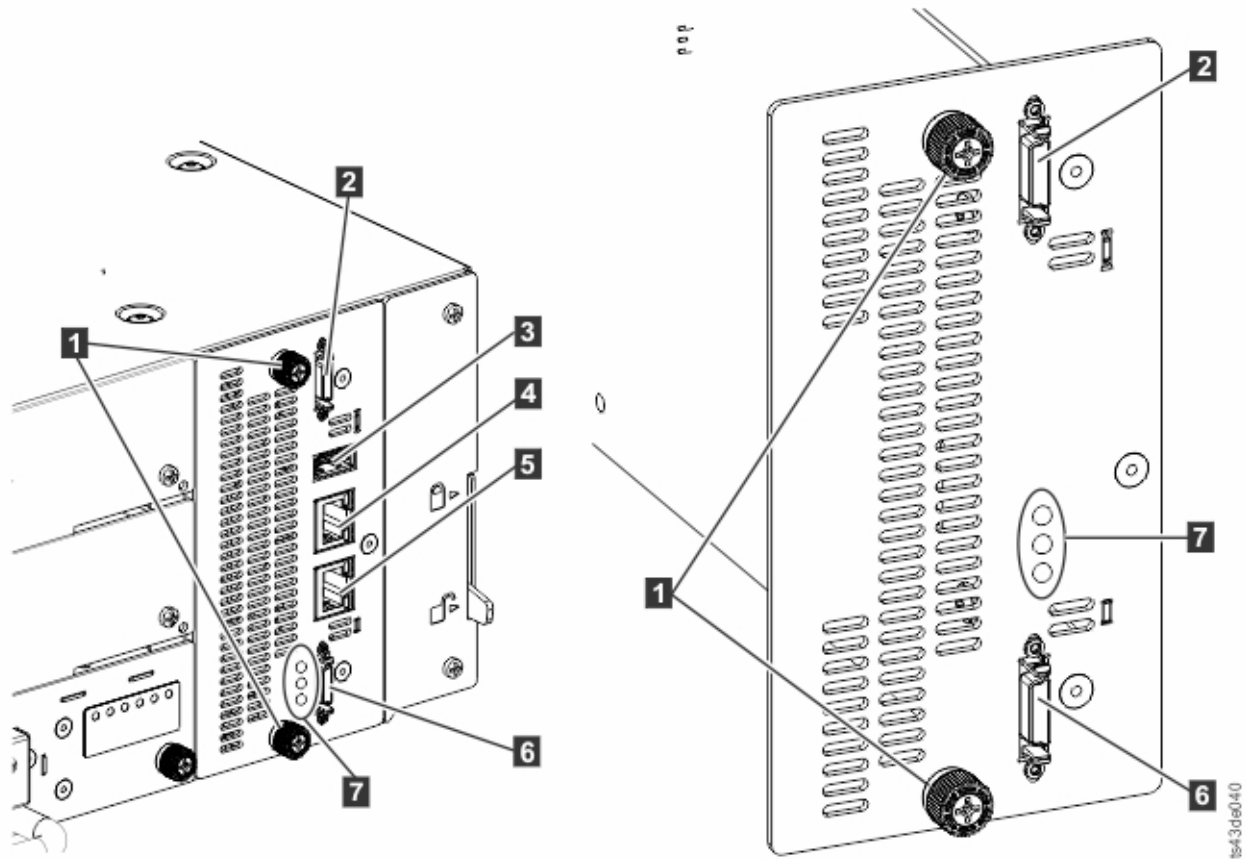

Figura 69. Componentes de la tarjeta controladora
3. Retire los cables Ethernet (**4** y **5**) y el cable USB (**3**), si hay. (Un módulo de expansión no tiene puertos USB o Ethernet. Consulte el apartado Figura 69 en la página 123).
4. Sustituya los cables de interconexión de expansión (**2** y **6**), el cable o cables Ethernet (**4** y **5**), y el cable USB (**3**) que se eliminaron anteriormente. (Un módulo de expansión no tiene puertos USB o Ethernet. Consulte el apartado Figura 69 en la página 123).